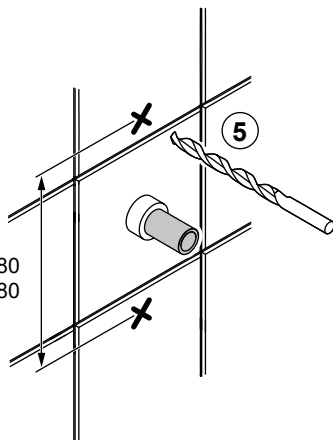

Fig. 1
Alla infästningar med skruv genom tätskikt ska tätas, se "Fig. 1" eller "Fig. 2". Material för tätning ska fästa mot underlaget och vara vattenbeständigt, mögelresistent och åldersbeständigt.
5. The screw mountings where the bath or shower will be installed should be of a sturdy design, for instance made of concrete, wooden studs, wooden nogging pieces or a design that has been tested and approved for mounting. If mountings are fitted with screws through the moisture barrier, the holes must be sealed. See "Fig. 1" or "Fig. 2". The sealant material must attach firmly to the underlying surface and be water-resistant, mould-resistant and non-ageing.
5. Skrueinnfestinger på steder for bad eller dusj skal gjøres i betong eller annen massiv konstruksjon, trebjelker, trestendere eller i konstruksjon som er testet og godkjent for innfesting. Alle innfestinger med skrue gjennom tettesjikt skal tettes, se "Fig. 1" eller "Fig. 2". Materialet for tetting skal feste mot underlaget og være vannbestandig, muggeresistent og aldersbestandig.
5. På badeværelser eller i brusekabiner skal skruerne fastgøres i beton eller anden massiv konstruktion, tværbjælker eller løsholter af træ eller i en konstruktion, som er testet og godkendt til fastgørelse. Alle skruefastgørelser gennem membraner skal tætnes, se "Fig. 1" eller "Fig. 2". Materiale til tætning skal binde på underlaget og være vandbestandigt, mugresistent og ældningsbestandigt.